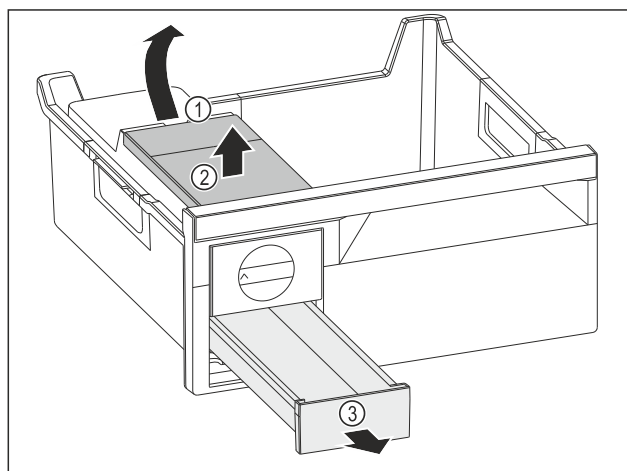

Fig. 140
- ▶ Vegye ki a víztartályt: Emelje fel a víztartályt a kivágásnál Fig. 140 (1).
- ▶ Vegye ki felfelé a víztartályt Fig. 140 (2).
- ▶ Vegye ki az előre a jégkocka-fiókot Fig. 140 (3).